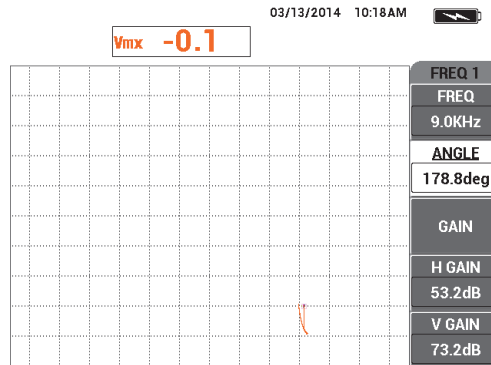

Figura 5-130 Ajuste de valor do ângulo
29. Enquanto pressiona firmemente a sonda no cartão comercial, ajuste o **ANGLE** (tecla B) o sinal misturado (laranja) atingir a mesma altura vertical do ponto nulo (veja Figura 5-130 na página 222).